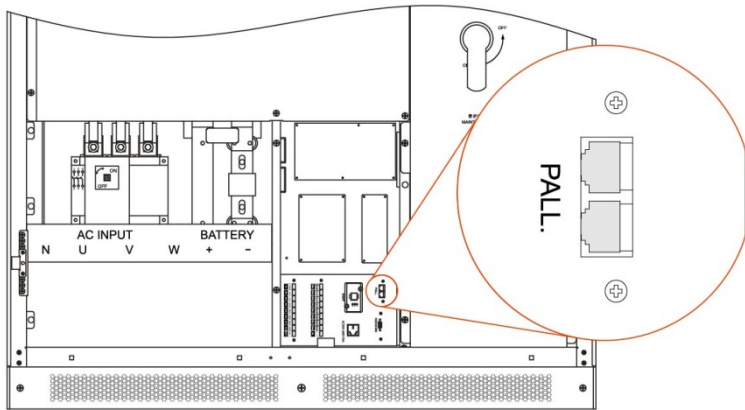

Рисунок 3-49. Расположение параллельных портов.
Step 6 Шаг 6 Подключите параллельный порт (см. рисунок 3-49) каждого ИБП в системе с параллельным соединением с помощью параллельных проводов (экранированные провода связи) и затяните соответствующие винты.